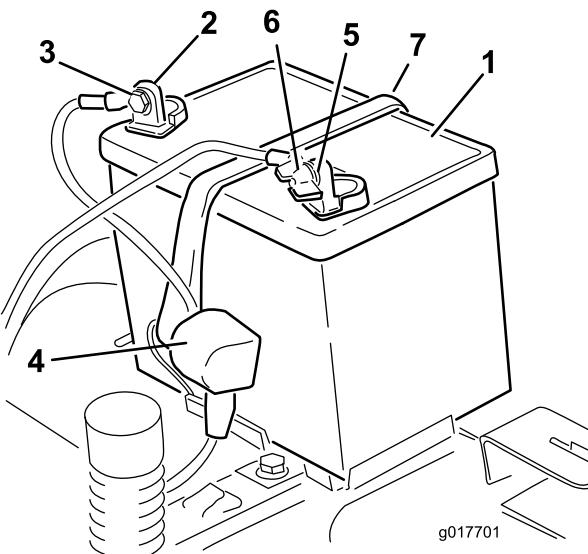

Figure 36
5. Repoussez le capuchon en caoutchouc sur le câble positif (rouge). Débranchez le câble positif (rouge) de la borne de la batterie (Figure 36). Conservez toutes les fixations.
6. Déposez la barrette de maintien de la batterie (Figure 36) et soulevez la batterie de son support.
4. Débranchez le câble négatif (noir) de mise à la masse de la borne de la batterie (Figure 36). Conservez toutes les fixations.
1. Placez la batterie dans son support (Figure 36).
5. Fixez la batterie en place à l'aide de la barrette de maintien (Figure 36).